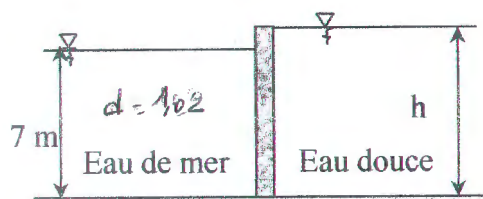

Figure 2
**Exercice 2:** Une paroi plane rectangulaire de largeur 2 m sépare l'eau de la mer et l'eau douce (figure 2).